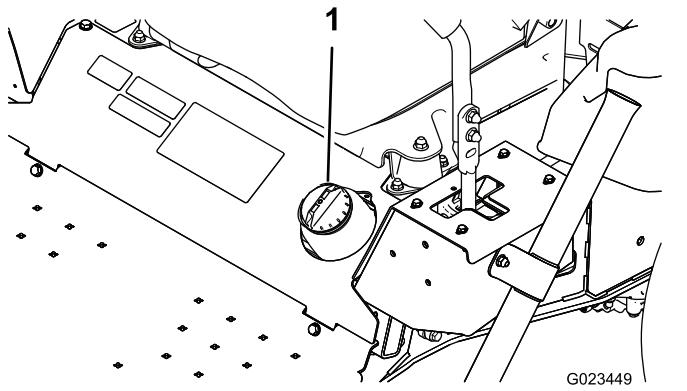

Bild 13
2. Reinigen Sie den Bereich um den Tankdeckel (Bild 13).